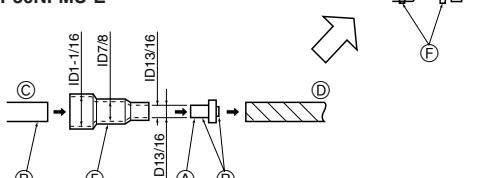

Fig. 5-1
5.1. Interventions sur la tuyauterie de vidange (Fig. 5-1)